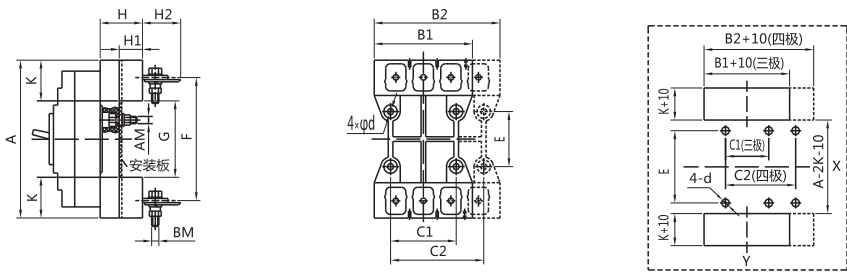
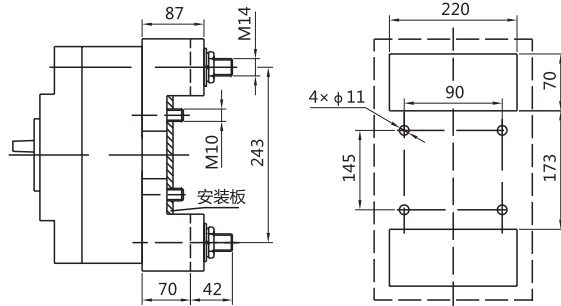

图10 RDM1系列插入式外形及安装板开孔图
图11 RDM1-800三极插入式外形及安装板开孔图
6.4 RDM1系列插入式外形尺寸及安装板开孔尺寸见图10、图11及表11。